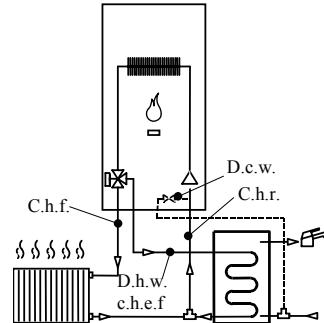

Fig. 5.5
D.h.w. storage tank must be positioned beneath the boiler (Fig. 5.5.)
Накопительный бойлер для горячей воды должен быть расположен под котлом (рис.5.5.)